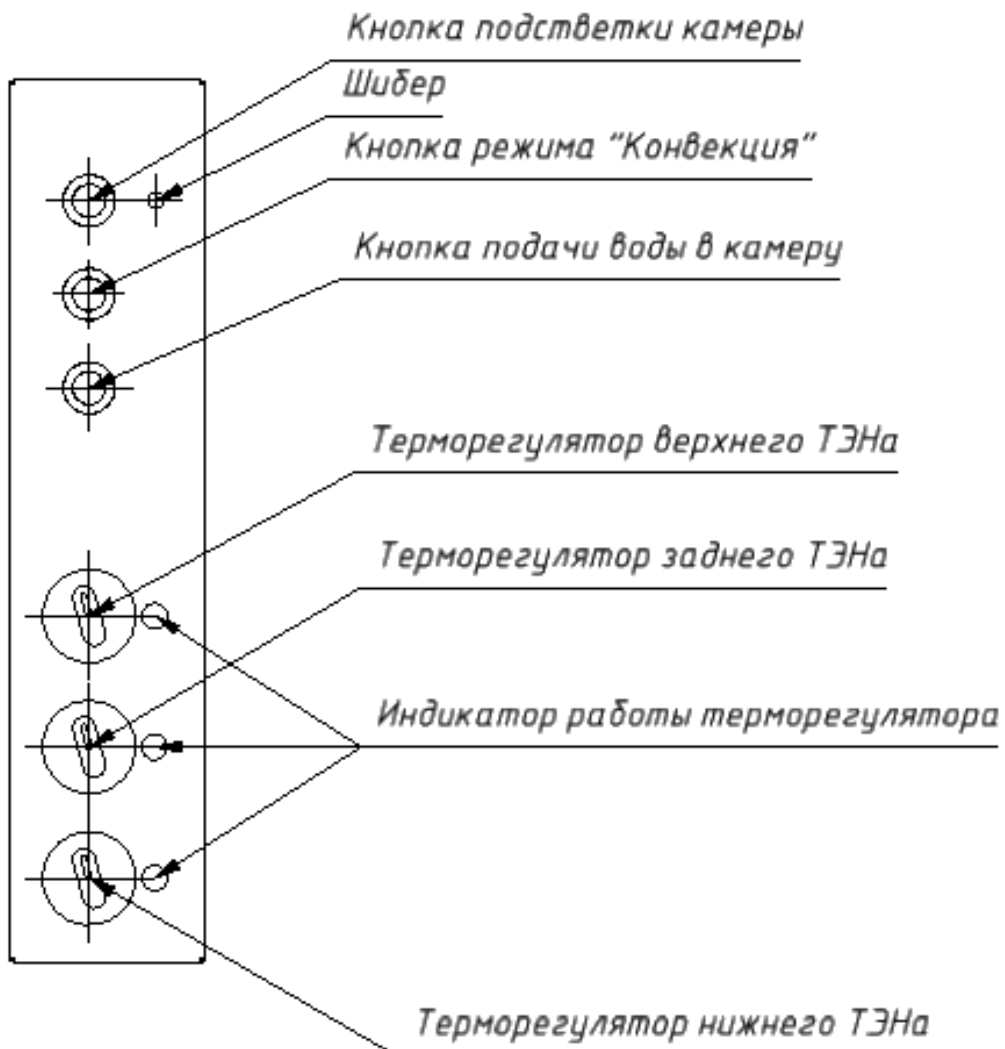
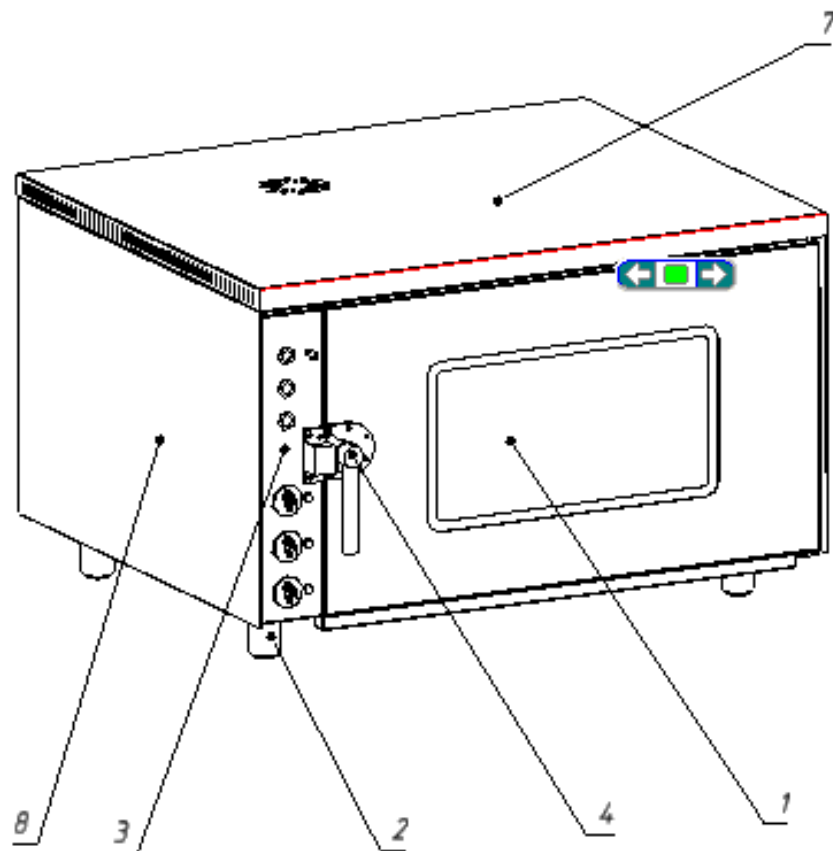

Рис. 1
Рис. 2
5.1. Элементы управления указаны на рис.1. Основные части изделия указаны на рис.2 и перечислены в таблице 1.
- 8.1. Включение верхних и нижних нагревателей жарочной камеры производится двумя соответствующими ручками рис.1, расположенные в нижней части пульта управления жарочного шкафа.
- 8.2. Для включения шкафа необходимо установить ручку(ручки) переключателя в положение, соответствующее требуемой температуры, при этом загорается соответствующая сигнальная лампа-индикатор (см. рис. 1).
- 8.4. При необходимости более быстрого и равномерного пропекания можно использовать функцию конвекции, которая включается нажатием кнопки режима конвекции на панели приборов (см. рис. 1). В этом режиме можно регулировать t °С с помощью задних ТЭНов.